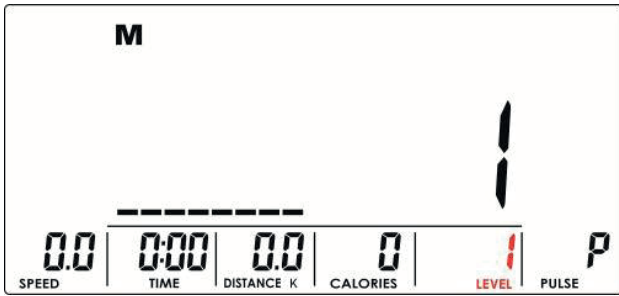

Abbildung 4
2. Stellen Sie die Belastungsstufe mit dem Encoder ein (Abb. 4). Der Vorgabewert ist 1.